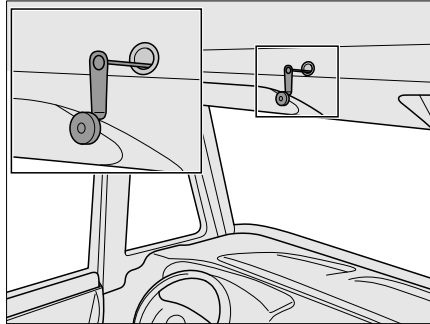

Fig. 171 Commande de secours pour le lit escamotable électrique
- ▷ En cas de panne de courant, le lit escamotable électrique peut également être commandé avec une manivelle de secours (Fig. 171). Celle-ci se trouve dans la cuisine intégrée.